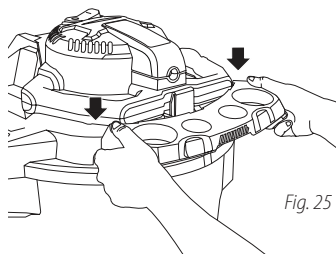

Fig. 25
60. Tomar el sujetador de herramientas **18** y deslizarlo sobre las muescas que se encuentran en la parte posterior del depósito. **Fig. 25.**